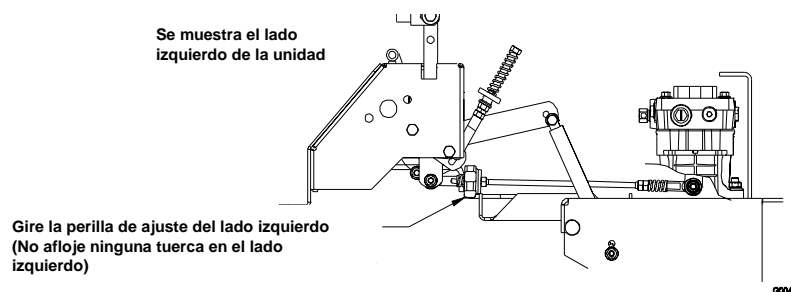

FIGURA 12
- i) Ponga la palanca de control de movimiento derecha en la posición neutra. Ajuste el largo de la varilla de control de la bomba derecha girando la perilla de ajuste de trayectoria en la dirección apropiada, hasta que las ruedas tengan un leve arrastre hacia reversa. Mueva la palanca de control de movimiento a la posición reversa y aplicando presión de manera leve, permita que el resorte del indicador de reversa lo devuelva a la posición neutra. La rueda debe detenerse o tener un leve arrastre hacia reversa. (Vea Figura 12)